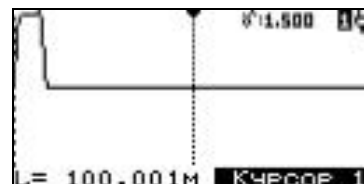

Рисунок 7
6.3.5 Критерием правильности функционирования является наличие на экране картинка (рисунок 7) после установки начальной заводской установки.